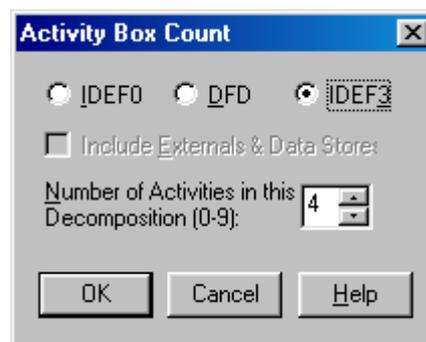

Рисунок 6.2 - Выбор нотации IDEF3 в диалоге **Activity Box Count**
- 2 В диалоге **Activity Box Count** (рисунок 6.2) установите число работ 4 и нотацию IDEF3.